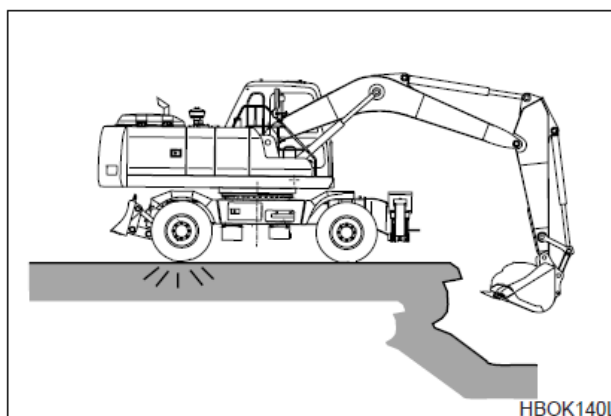

Рис. 60
9. При работе в непосредственной близости от края котлована убедиться, что машина находится на твердой поверхности. Расположить ходовые двигатели сзади. (См. рис. 60.)